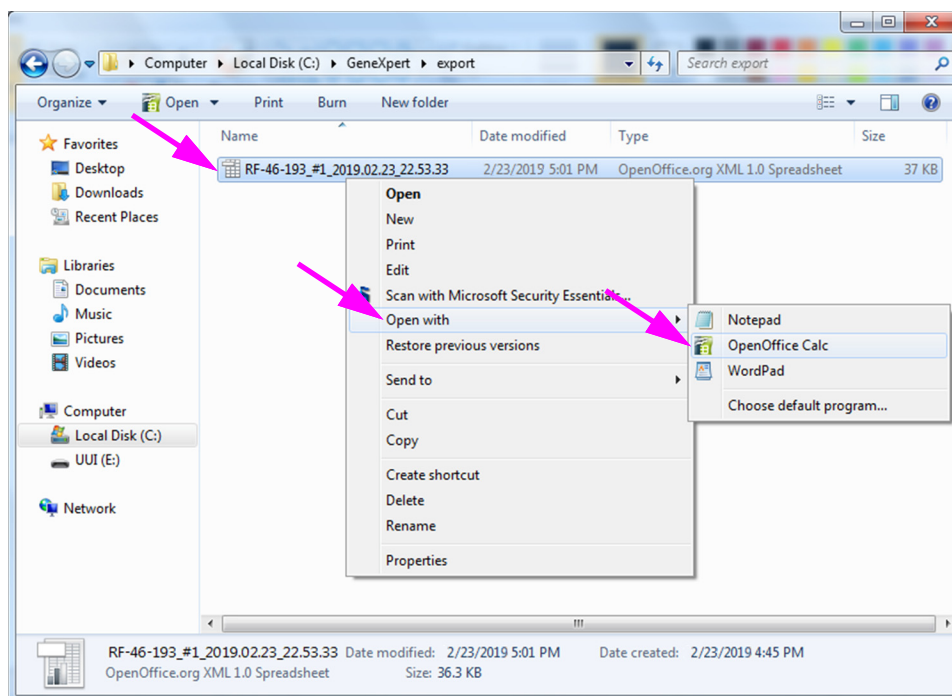

Figura D-1. Apertura di un file .csv per configurare AOO (esempio)
1. Dalla cartella GeneXpert sul sistema in uso, navigare fino alla cartella **Export (Esporta)**. Fare clic con il pulsante destro del mouse sul file .csv che si desidera aprire. Quando viene visualizzato il menu a discesa, fare clic su **Open with (Apri con)** e selezionare **OpenOffice Calc**. Vedere la Figura D-1.